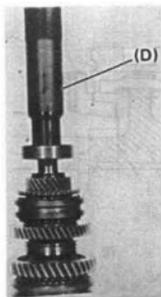
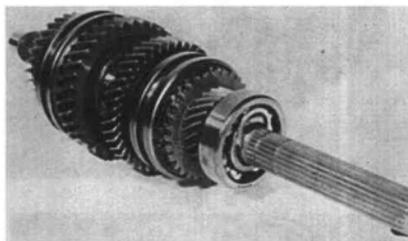

图 10-66
图 10-67
(9) 用轴承安装器 (D) 压入输出轴后轴承并将弹簧挡圈卡入输出轴的槽中 (图 10-66、图 10-67)。
(10) 装入三档齿轮轴承、三档齿轮、高速同步